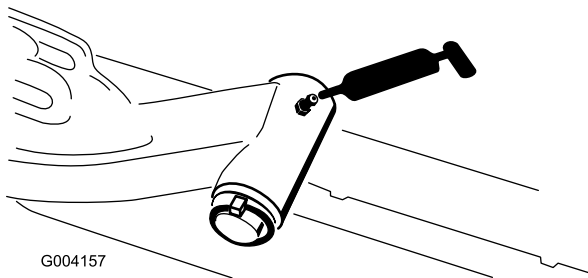

**Bild 48**
- Achsenlenkzapfen (1) (Bild 48)